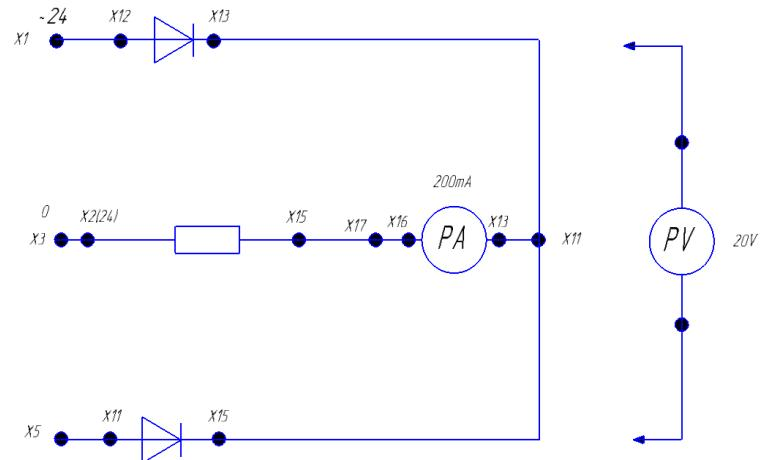

Рис.2
**3.1.** Собрать схему двухполупериодного выпрямителя с выводом средней точки с нагрузкой R2 (без подсоединения к клеммам вторичной обмотки трансформатора) и измерительными приборами согласно рис.2